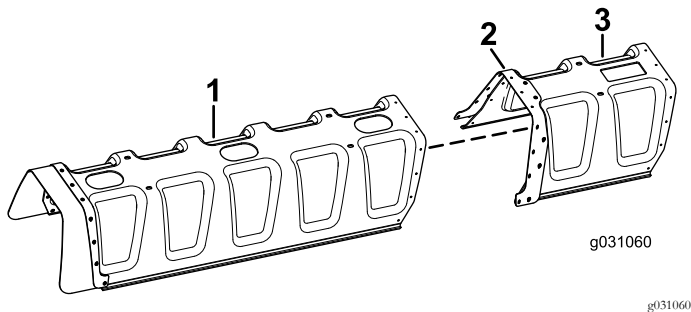

Figure 5
1. Alignez les trous du couvercle à 11 buses en caoutchouc et ceux de la plaque de renfort fixée au couvercle à 12 buses (Figure 5).